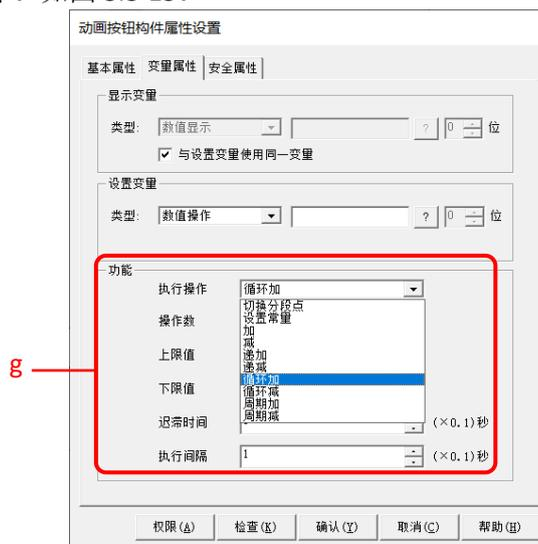

图 3.3-13 动画按钮数值操作属性
- g. 数值操作的功能：数值操作包括切换分段点、设置常量、加、减、递加、递减、循环加、循环减、周期加、周期减功能，其中递加、递减、循环加、循环减、周期加、周期减支持长按操作，但不支持弹窗确认操作。如图 3.3-13。